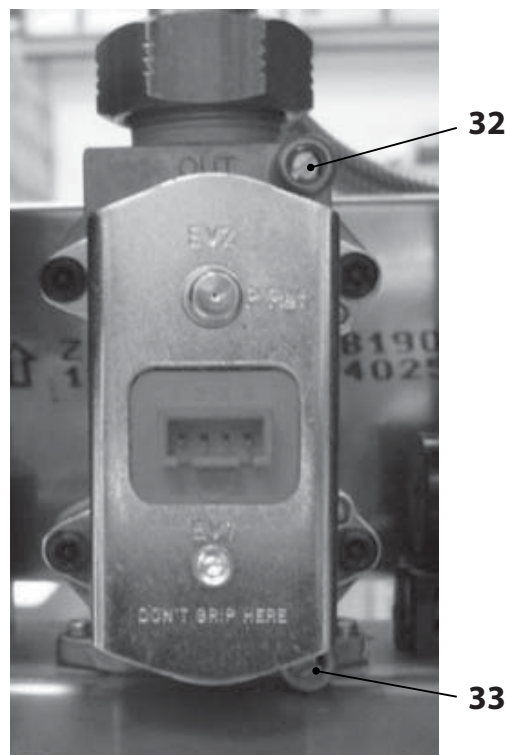

Рисунок 7.1
Выключив котел (приведя в нерабочее состояние), проверьте давление питания при помощи отвода 32 см. Рисунок 7.1 и сравните считанное значение со значениями, приведенными в таблице "Давление газа на подаче" в разделе "Технические данные M290.24CM/..." на с. 26, "Технические данные M290.28CM/..." на с. 28 и "Технические данные M290.32CM/..." на с.30.
- Тщательно закройте отвод для замера давления 32 см. Рисунок 7.1.
- Откройте отвод для замера давления 32 см. Рисунок 7.1 и подсоедините манометр.